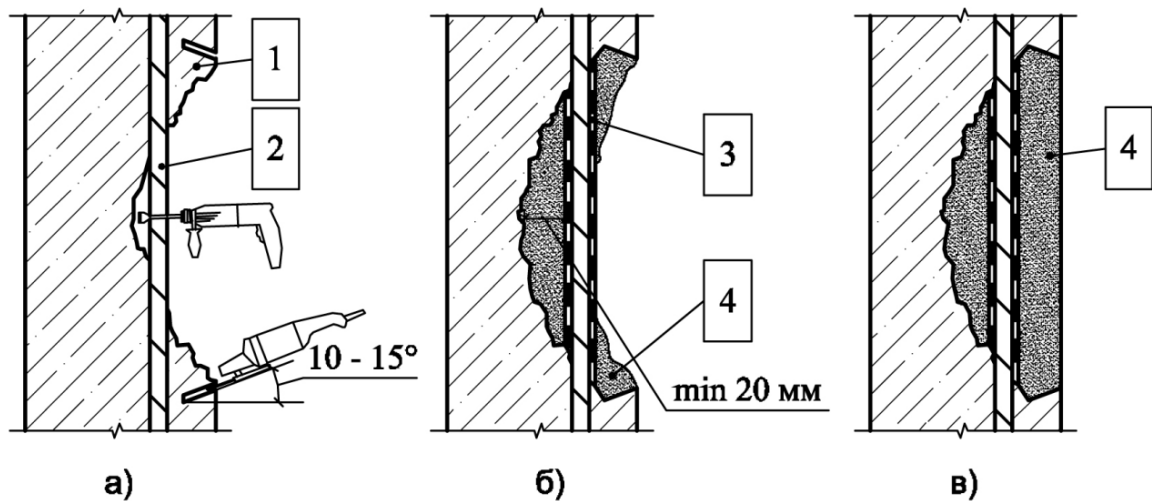

Рисунок 1. Схема ремонта дефектов бетона с оголением арматуры:
- 8.1 Заполнить полость дефекта методом послойного нанесения при помощи шпателя тиксотропным материалом «КТтрон-3» или «КТтрон-3 Т500», или «КТтрон-4». При этом толщина одного слоя должна быть не более 30 мм (см. рис. 1).